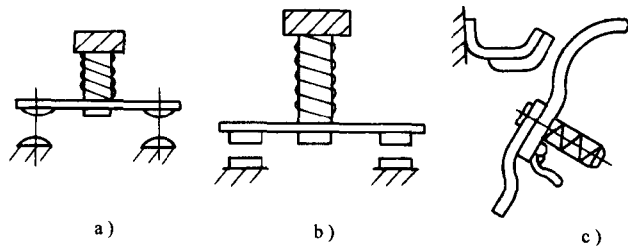

图 1-3 触点的结构型式
(1) 触点系统结构形式 触点系统的结构形式有点接触、面接触、指形接触等，如图 1-3 所示。其中点接触和面接触常采用桥式结构，点接触形式用于电流及触点压力小的情况下，而面接触形式则用于电流及触点压力大的情况下。指形接触形式接触面为一曲线，触点动作产生滚滑，有利于接触电阻的减小、氧化膜的消除，适用于电流大、触点动作频繁的情况。
(2) 触点系统的分类 根据所控制的电路不同可分为主触点和辅助触点（如接触器），主触点用于通断电流较大的主电路，辅助触点用于通断电流较小的控制电路。